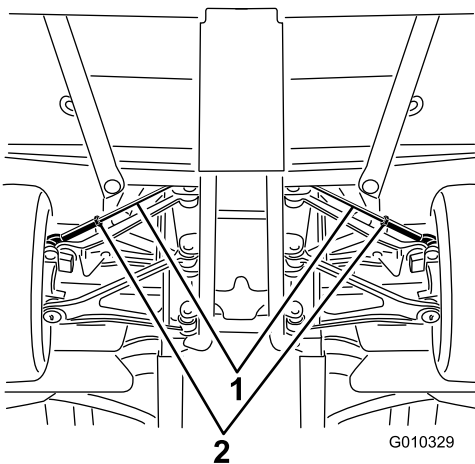

Figura 50
- A. Desaperte a porca de retenção no centro da barra de ligação (Figura 50).